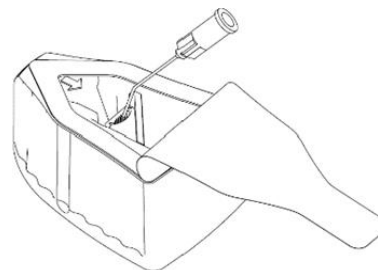

Fig.1
3. Aprire il contenitore della IOL e iniettare sostanza viscoelastica nel supporto della lente mentre si trova ancora nel contenitore. Non inserire la cannula nel supporto della lente per evitare di danneggiare la IOL, come illustrato in Fig. 1.